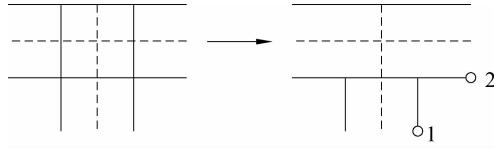

图 4-12 “T形闭合”工具
(4) T形闭合:用于在两条多线之间创建闭合的 T 形交点。将第一条多线修剪或延伸到与第二条多线的交点处,如图 4-12 所示。